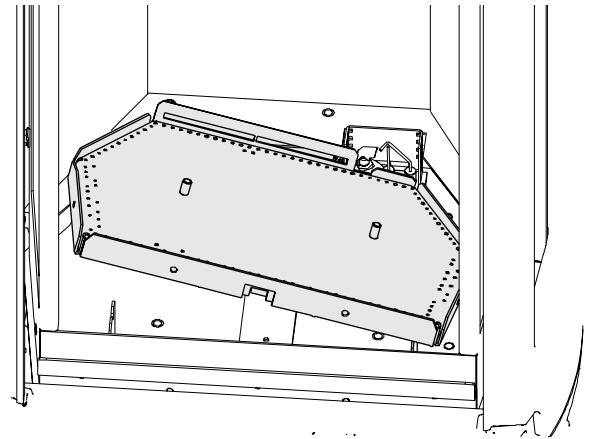

Figure 7.2. Retirez le brûleur.
4. **Retirez le brûleur :** Soulevez l'avant de la base du brûleur pour le désengager des supports de fixation et tirez-le vers vous pour le retirer de l'orifice de brûleur. Puis inclinez le brûleur de côté pour le sortir par l'ouverture de la porte. Fig. 7.2.